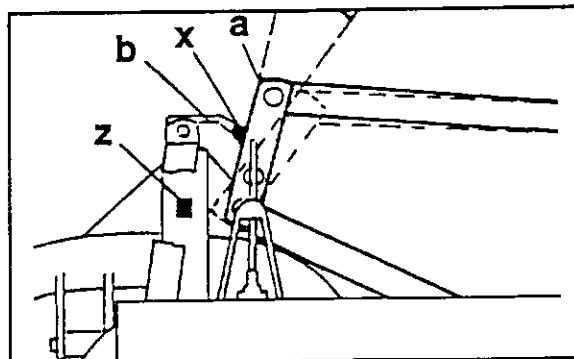
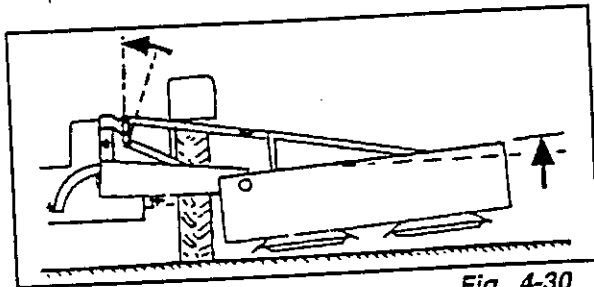

Fig. 4-28
Fig. 4-30
La palanca (a) del varillaje de ascenso tiene que estar en contacto con el tope (x) porque de lo contrario la parte inferior de la palanca choca al girar en el taco de tope (z) y se dobla la tapa de cierre (b) (Fig. 4-28).
5. Si la palanca (a) (Fig. 4-28) no toca el tope (x) (posiblemente por falta de engrase de las articulaciones), levantar la barra de corte un poco desde fuera con la mano (Fig. 4-30).